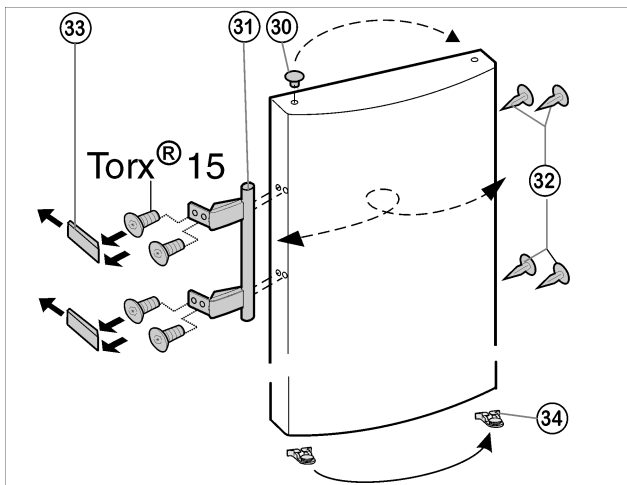

Fig. 11
- ▶ Ilman sulkemisvaimenninta laitteissa olevissa otetaan jousipidike Fig. 11 (34) irti ovesta ja vaihdetaan se uudelle saranapuolelle.
- ▶ Nosta tulpat Fig. 11 (30) oven saranoiden holkeista ja vaihda niiden paikkaa.
- ▶ Ovenkahva Fig. 11 (31), tulpat Fig. 11 (32) ja paininlevyt Fig. 11 (33) irrotetaan ja vaihdetaan toiselle puolelle.